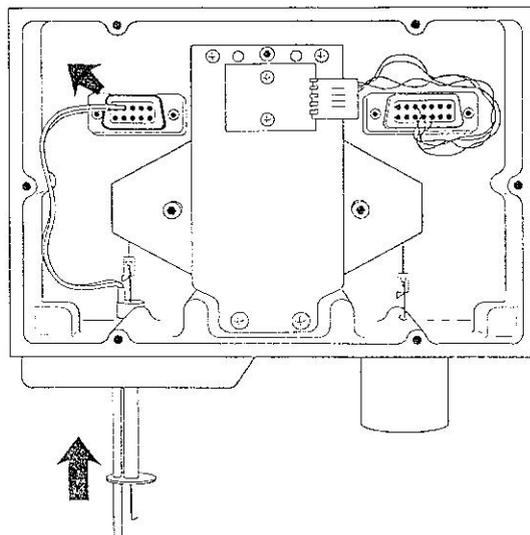

Bild 59
4. Schieben Sie das Thermoelement von unten her in die Wägekammer hinein (s. Abb. 59).